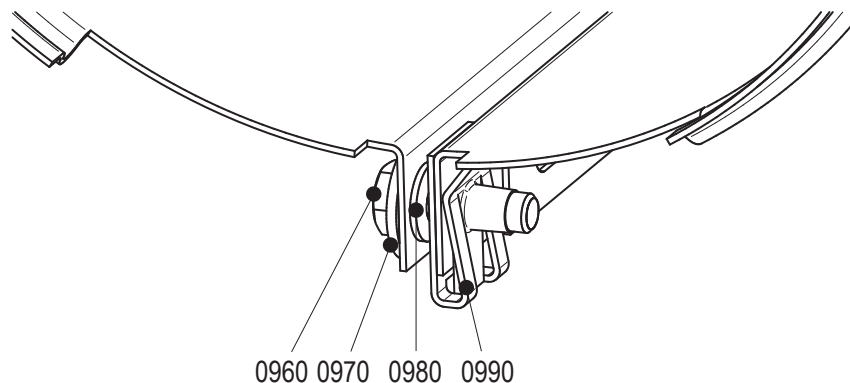

Bild 8: Justering mantel.
- 1 Ta loss skruvarna (0960). Se bild 8.
3 Stäng manteln och sätt i skruv (0960). Se bild 8.
5 Stäng manteln och sätt i skruv (0960). Se bild 8.